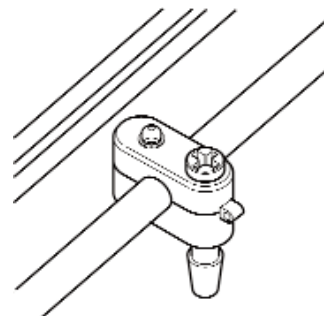

Fig 5 - Installation de la bride pour câble
- Fig. 5 Installation bride de fixation de câble
- Vissez la bride pour câble en vous assurant qu'elle soit positionnée à environ 100mm de la section arrière de la pompe (fig. 5).